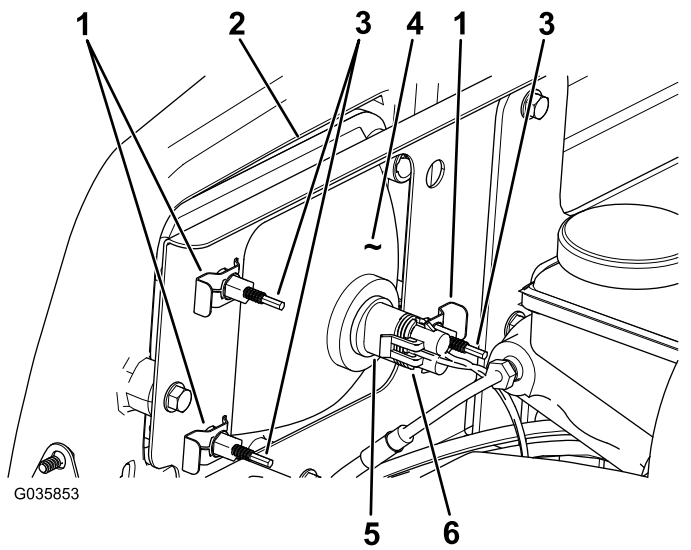

Bild 44
3. Schließen Sie den elektrischen Anschluss für den Kabelbaum vom Lampenanschluss ab (Bild 44).
- Entfernen Sie die Schellen, mit denen der Scheinwerfer an der Scheinwerferhalterung befestigt ist (Bild 44).
- Schieben Sie den Scheinwerfer nach vorne durch die Öffnung in der vorderen Stoßstange und entfernen Sie ihn (Bild 44).
- Setzen Sie den neuen Scheinwerfer durch die Öffnung in der Stoßstange ein (Bild 44).
- Schließen Sie den elektrischen Anschluss für den Kabelbaum am Lampenanschluss an (Bild 44).
- Drehen Sie die Einstellschrauben an der Rückseite des Scheinwerfers (Bild 44), um den Scheinwerfer zu drehen und den Scheinwerferstrahl einzustellen.